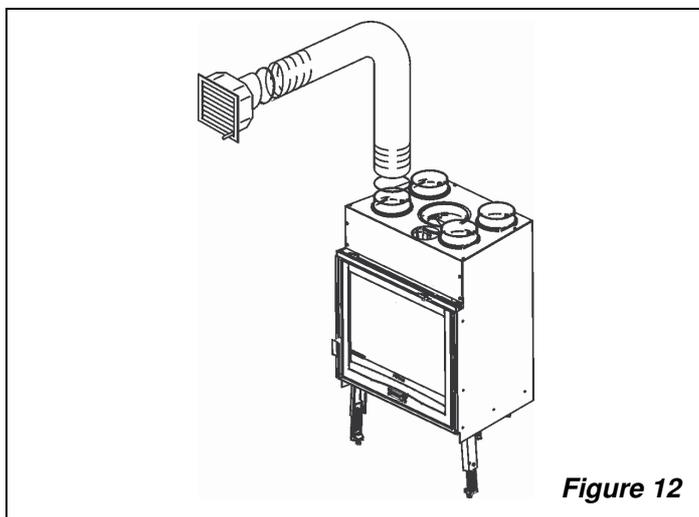
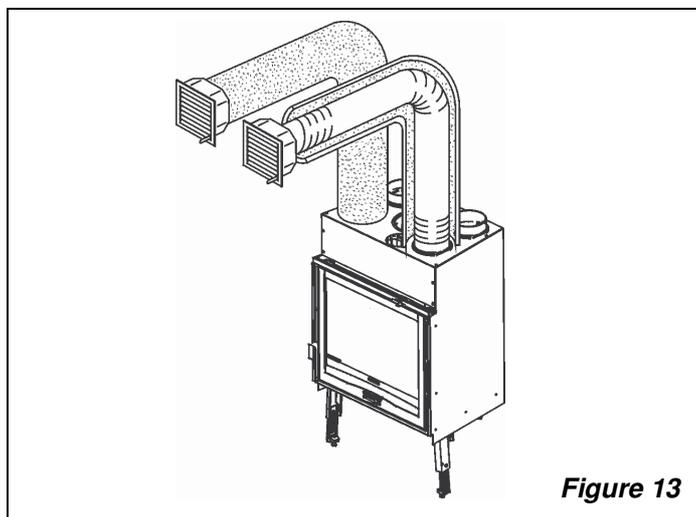

Figure 12
Figure 13
- les longueurs des tuyaux de canalisation doivent être d'égale longueur pour éviter différentes quantités d'air distribué par chaque sortie (v. Figure 12 - Figure 13).